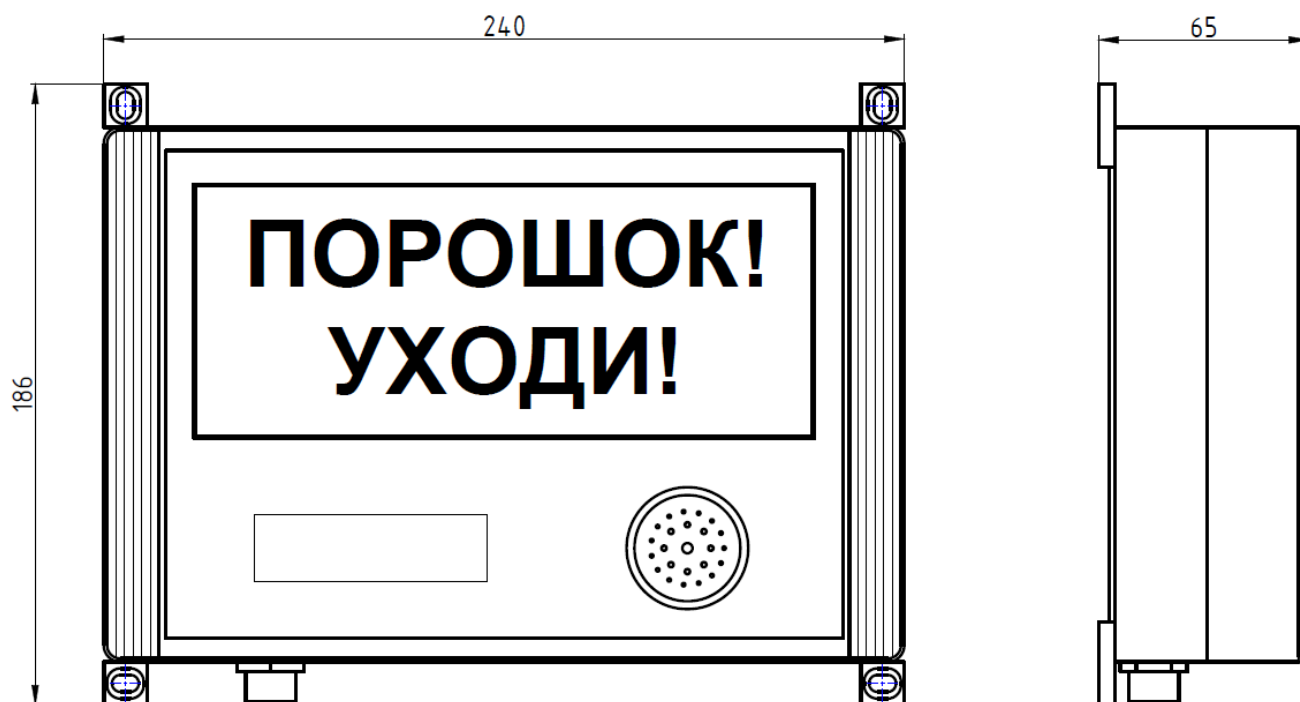

Рисунок 1 – БОП-03ФМ
1.4.2 Табло на передней панели (рисунок 1) выполнено из прозрачного материала с надписью, в зависимости от варианта исполнения блока: